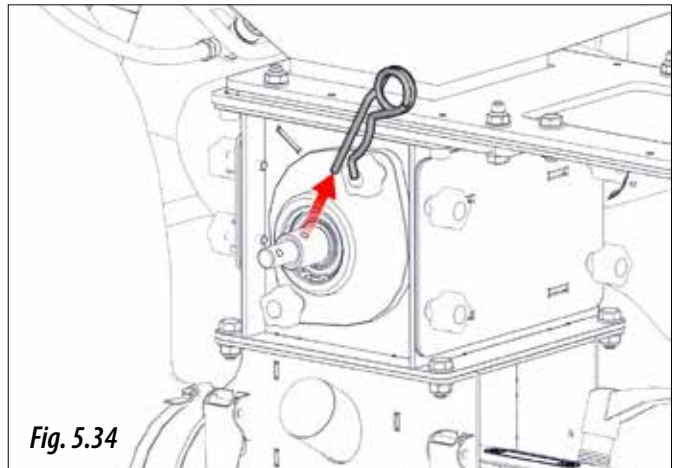

Fig. 5.34
**4.B.1-** Sacar el pasador "R" (Fig. 5.34).